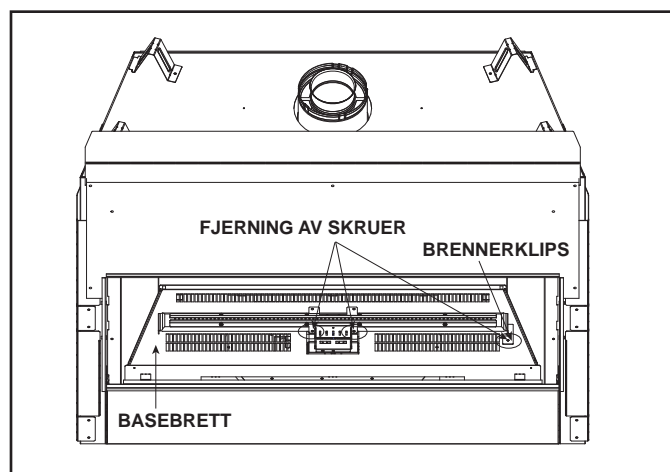

Fig. 16.4 Fjern av brennermontering
1. Fjern brennermonteringen ved å fjerne to skruer som fester brenner til pilotmonterings klamme, og fjern den ene skruen som fester brennerklipsen som er festet til basebrettet. Se Fig. 16.4.